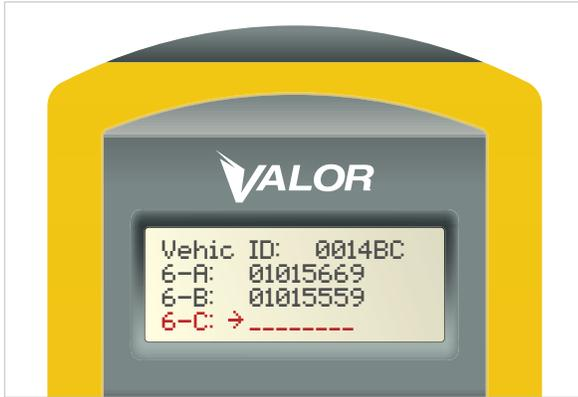

Figure 9
4. Pour attribuer un capteur à 6-C, placez le curseur à → côté de 6-C (Figure 9) et tenez le capteur à environ trois pouces du SmarTool.